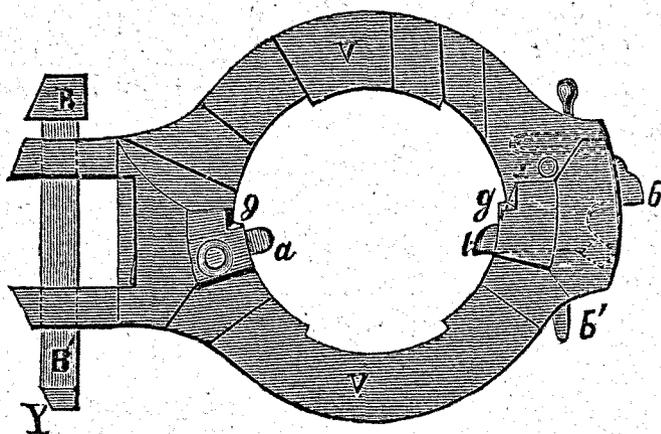

Fig. 92. — Détails du volet.
*creuses S'*. Quand la culasse mobile est ouverte, les parties en saillie de son bouchon font face aux parties creuses de l'âme; lorsqu'on la ferme, le bouchon entre donc d'emblée jusqu'au fond; alors, à l'aide d'une poignée, on lui fait faire un sixième de tour, et, ses parties filetées entrant dans les parties filetées de l'âme, la culasse se trouve vissée. Le même mouvement en sens contraire permet de l'ouvrir. La vis de culasse porte en avant une partie arrondie A qui est le *champignon*, lequel est séparé du reste de la vis par une rondelle plastique O, appelée *obturateur*. A sa partie postérieure, la vis de culasse porte une *poignée* fixe P, et un *levier* L. Non seulement elle peut tourner dans le volet, mais elle peut y glisser d'arrière en avant, et d'avant en arrière, en portant sur les *glissières* g et g' (fig. 92). Dans